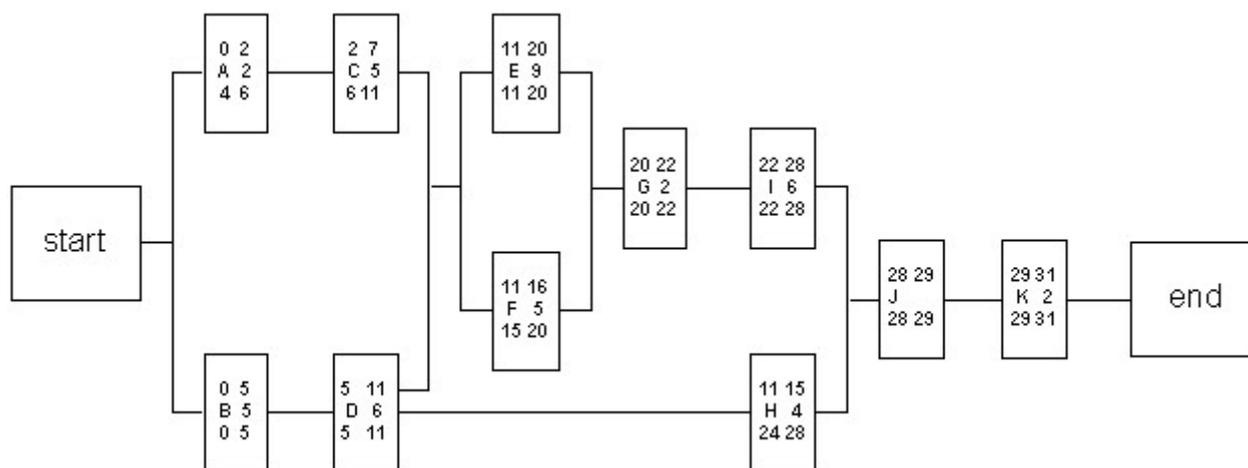

Рис. 4-5. Схема проекта планирования конференции, на которой для всех заданий показаны времена ES, LS, EF и ES
Самое раннее время начала (ES) выполнения задания - это самый ранний момент времени, когда все предшествующие ему задания уже завершены и можно приступить к выполнению данного задания. Время ES для задания, у которого нет предшествующих заданий, условно принимается равным нулю. Самое раннее время окончания (EF) задания равно времени ES плюс предполагаемое время выполнения задания. Время ES для задания, которому предшествует одно задание, представляет собой время EF для этого предшествующего задания. Время ES для заданий, которым предшествуют два и больше заданий, является максимальным из времен EF для этих предшествующих заданий. Времена ES и EF для проекта планирования конференции показаны в верхнем левом и правом углах каждого узла задания (см. рис. 4-5).
Самое позднее время начала (LS) и самое позднее время окончания (LF) задания - это самые поздние моменты времени, когда можно начать (LS) или закончить (LF) задание, не увеличивая время выполнения проекта в целом. Чтобы рассчитать эти моменты, будем двигаться по схеме назад. Сначала примем время LF для последнего задания на схеме в качестве времени EF рассматриваемого задания. Время LS для данного задания равно его времени LF минус предполагаемое время выполнения этого задания. Время LF для всех непосредственно предшествующих заданий является минимальным из времен LS для всех заданий, для которых рассматриваемое задание является предшествующим. Времена LS и LF для проекта планирования конференции показаны в нижних левом и правом углах каждого их узлов заданий (см. рис. 4-5). Последний числовой параметр в узле - это среднее время выполнения задания (E), которое рассчитывается по формуле, приведенной в главе 3: